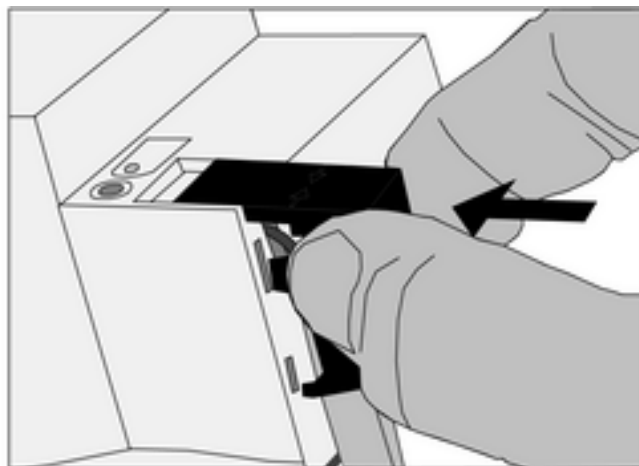

Figura 7: Applicazione della calotta di copertura
- Applicare la calotta di copertura sul morsetto del bus e farla scattare in posizione (figura 7).